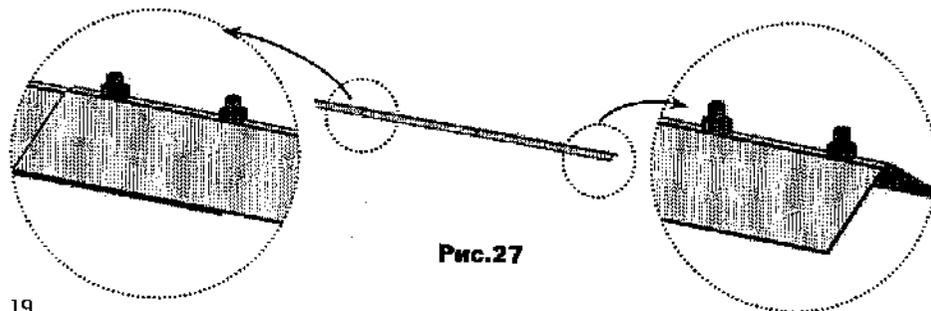

Рис.27
10. Детали конькового профиля стыкуются в длину с установкой резьбового конца винтов наружу (рис. 27).